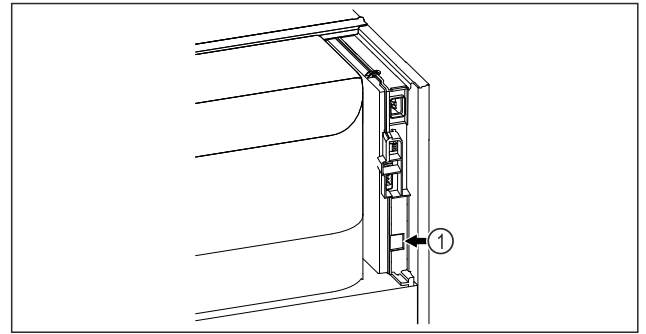

Fig. 95
- SmartModule Fig. 95 (1) er satt inn.